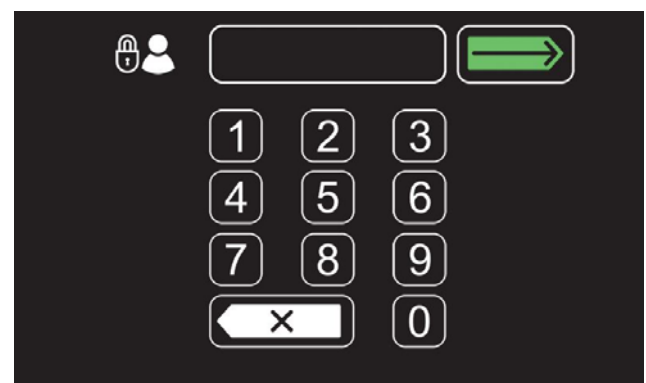

ABB. 163
- Um den Anmeldebildschirm beim Hochfahren anzuzeigen (Abbildung 163), siehe Aktivieren der Anmeldung.